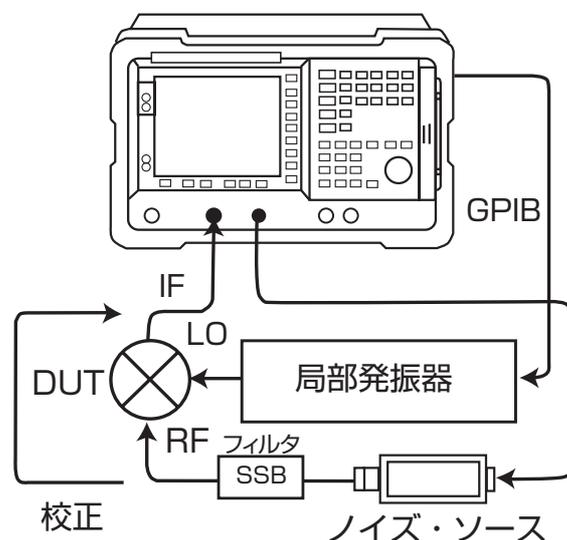

図14. 可変IFと固定LO(フィルタあり)
この例でも、DUTとしてミキサを使用します。LOは5GHzで固定され、DUTの動作周波数は5.8～6.3GHzの範囲で、標準測定ポイント数は11であり、今回はUSBが測定されます。図14に測定セットアップを示します。
19. 図14に示されているように、機器を接続します (DUTなし)。